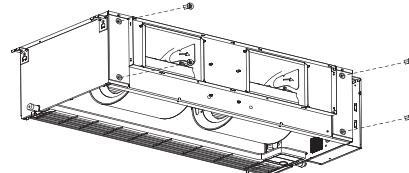

Рис. 9-5
- Отверните 4 болта и 2 винта крепления передней панели (см. рис.9-5). Будьте осторожны – передняя панель может упасть вниз.